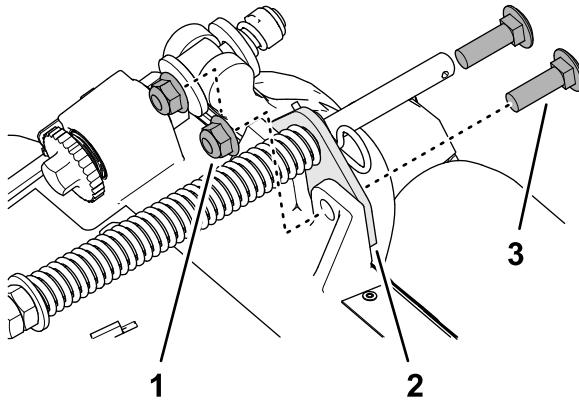

Рисунок 7
- Удалите 2 фланцевые контргайки (3/8 дюйма) и 2 каретных болта (3/8 x 1 1/4 дюйма), которые крепят кронштейн компенсатора состояния грунта к раме режущего блока (Рисунок 7).